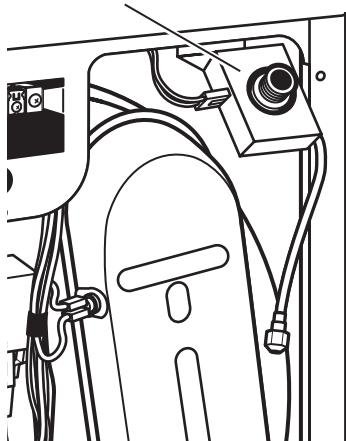

Figura 11: Componentes del sistema de agua
Active el modo de prueba de servicio (consulte la pág. 99). Salte al paso 3 en el cuadro de modo de prueba de servicio (consulte la pág. 100). Verifique que se rocie agua dentro del tambor. Consulte la Figura 11.
- Verifique que la manguera y los cables estén conectados con el ensamblaje de la válvula de agua (consulte la Figura 11).